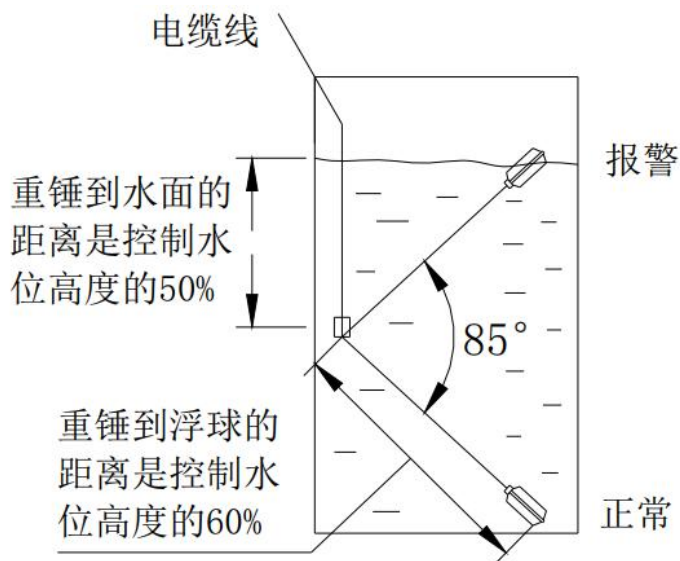

图4 水位超限报警高度控制示意图
- 调节重锤位置：重锤到浮球的距离是控制水位高度的60%；重锤到水面的距离是控制水位高度的50%；如图4所示。